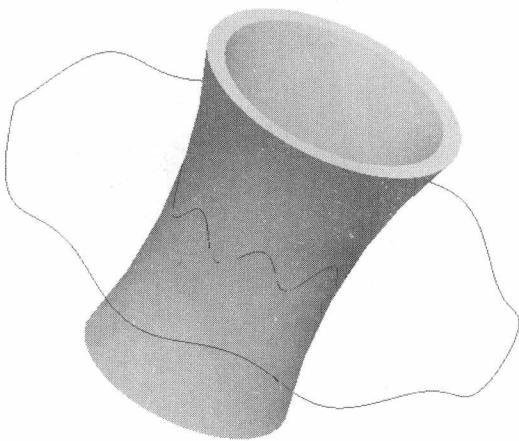

图1-12
- (5) 单击鼠标中键完成投影操作, 如图 1-12 所示。